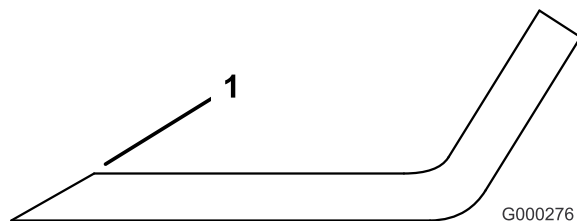

Figura 99
3. Inspeccione los filos de corte de todas las cuchillas, y afílelos si están romos o tienen mellas (Figura 99).
Nota: Afile únicamente la parte superior del filo y mantenga el ángulo de corte original para asegurar un filo correcto (Figura 99). La cuchilla permanece equilibrada si se retira la misma cantidad de metal de ambos filos de corte.